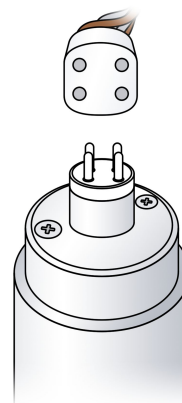

Fig. 3
- Remova a tampa de acesso lateral (gire o parafuso 90 graus no sentido horário ou anti-horário). (Fig. 3)
- LIGUE o conector da lâmpada à extremidade da lâmpada UV, certificando-se de que o conector está corretamente alinhado com os pinos. (consulte a Fig. 3 na página anterior)